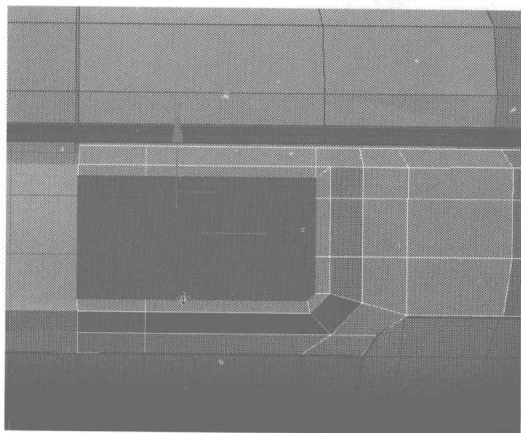
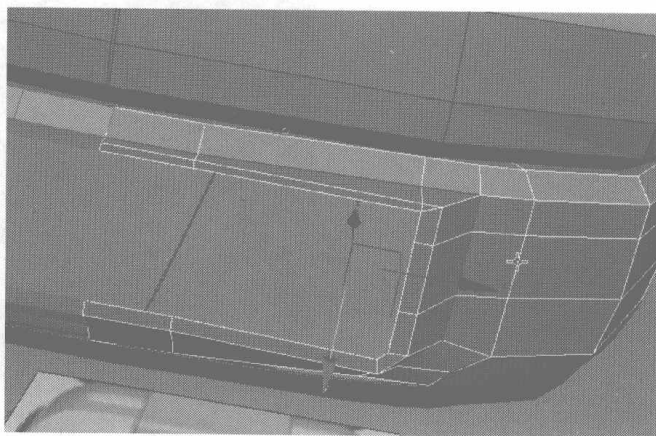
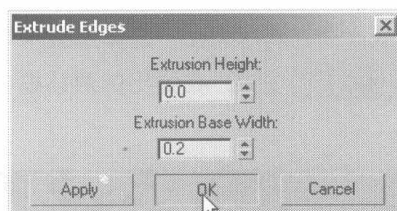

图 4.345
图 4.346
图 4.347
- 20 选择如图 4.345 所示的面，将其删除，再选择如图 4.346 所示的边线，在 Edit Polygons 卷展栏中单击 **Extrude** 右侧的小按钮，在弹出的对话框中设置挤压参数，如图 4.347 所示，再将挤压后多余的节点进行焊接。